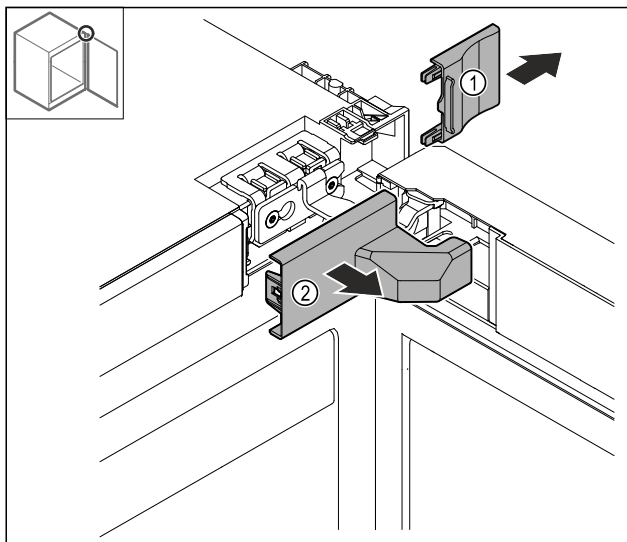

Fig. 6
- Retirer le cache Fig. 6 (1) puis le cache Fig. 6 (2).